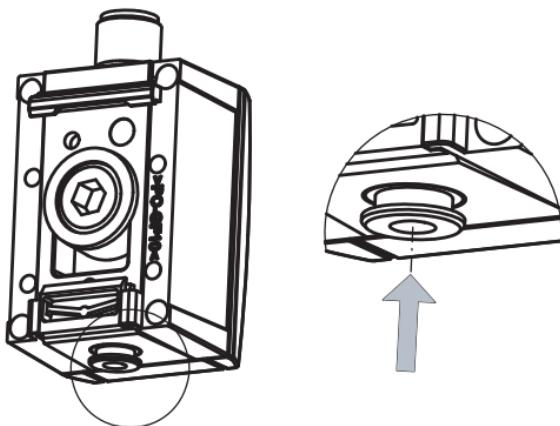

Рисунок 12: Штекерное соединение для пневматического шланга 4 мм (быстроразъемное соединение, БС)
5.5 Техническое зажимное соединение для пневматического шланга (быстроразъемное соединение, рисунок 12)